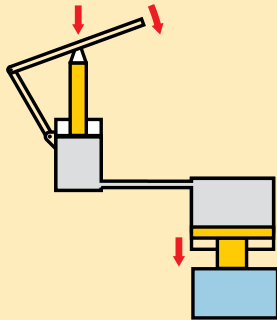

Figura 1
1.1 Un mecanismo simple de sujeción hidráulica (Figura 1).
Un sistema hidráulico de sujeción consta de los componentes que se ilustran en la Figura 1, la cual muestra la disposición y el principio de funcionamiento básicos correspondientes al uso de medios hidráulicos.